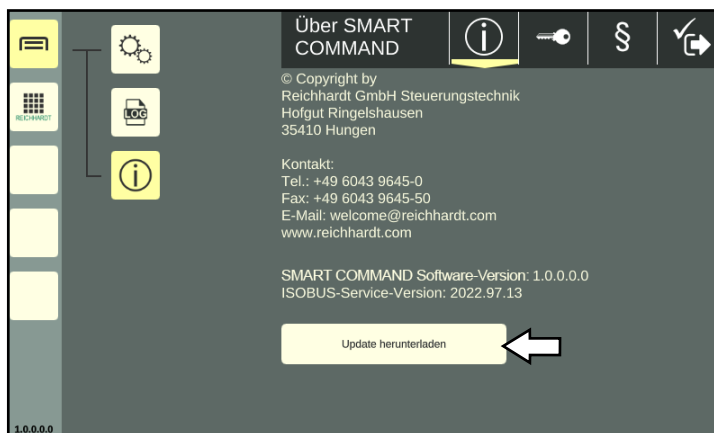

Abb. 118: Update installieren
8. Tippen Sie im Reiter „Über SMART COMMAND“ auf den Update-Button (siehe Abb. 118).